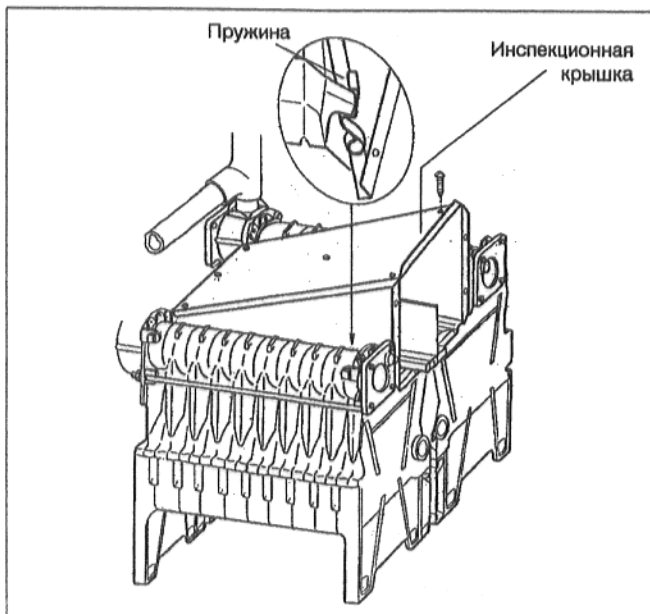

Рис. 18
Установить инспекционную крышку и привинтить, не затягивая, посредством латунных винтов и подкладных шайб к разделительной перегородке и боковым стенкам (рис. 18).
- Вставить 4 пружины между боковыми стенками и литым корпусом. Боковые стенки должны прилегать только к внутреннему ограничению паза (рис. 18). Пружины предназначены для стабилизации коллектора отходящего газа и уплотнения между блоком котла и коллектором отходящего газа.